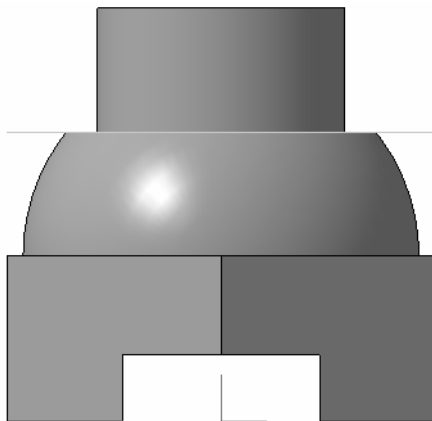

Рис. 40. Главный вид
2. Установим в панели **Ориентация** () «Вид сверху» и далее, удерживая нажатой комбинацию клавиш [Alt] + [стрелки] или [Shift] + [Ctrl] + [стрелки], выберем вид спереди в соответствии с рис. 40. Сохраним его выбрав Вид >> Ориентация >> Добавить (укажем имя нужной проекции, в данном случае это фронтальная проекция) (рис. 40 и 41). Нажмем кнопку [OK].